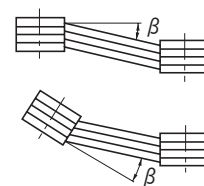

図 J16
- 両プーリ間の平行度、偏心率は  $\beta = 20'$  以内としてください。(図 J16 参照)